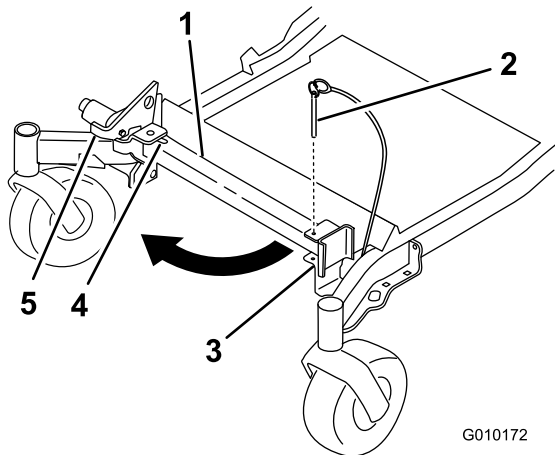
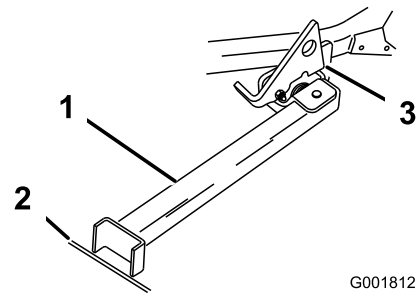

Figura 39
Figura 40
2. Togliete il perno dalla staffa (Figura 39).
3. Alzate il dispositivo di chiusura. Portate il piede del supporto sul davanti e spostate il supporto verso la macchina, nell'intaglio inferiore (Figura 39 e Figura 40).
4. Mettete a terra il piede del supporto ed appoggiate il dispositivo di chiusura sull'aletta orientabile (Figura 40).
6. Guidate sul supporto. Fermatevi quando il dispositivo di chiusura cade sull'aletta e si chiude (Figura 40). Una volta sul supporto, innestate il freno di stazionamento e spegnete il motore.
5. Riportate il supporto in posizione di riposo (Figura 39).